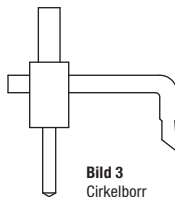

Bild 3
3. Använd en cirkelborr (bild 3) eller cirkelsåg och gör ett hål, Ø 118 mm i sandfångens sida.